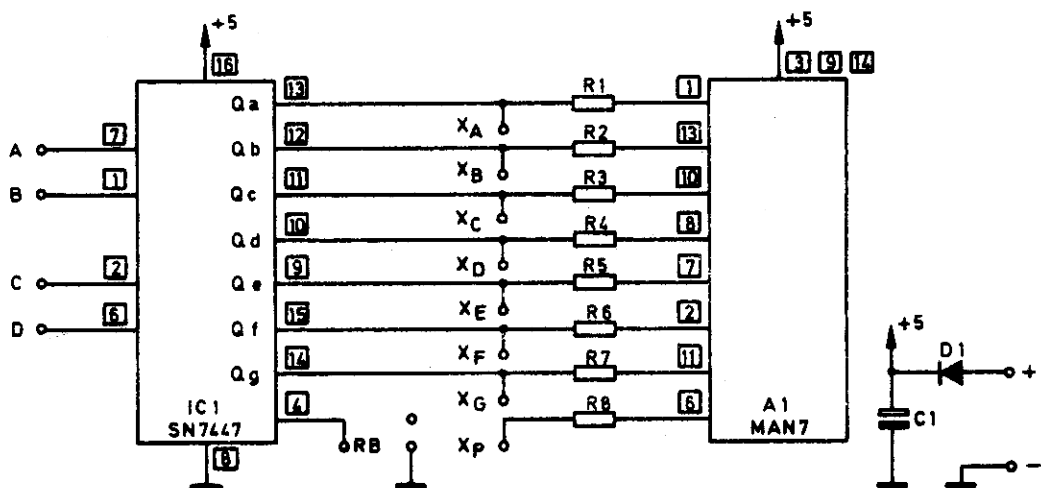

Abb. 159
Der Schaltungsaufbau im Innern besteht im wesentlichen aus einem integrierten Schaltkreis (IC), der über Widerstände mit der Segmentanzeige verbunden ist (Abb. 159).
Während die Buchsen  $X_A$  bis  $X_P$  direkt mit den Segmenten der Anzeige verbunden sind, lassen sich bei der Benutzung der Eingänge A bis D bereits bestimmte Verknüpfungen herstellen und damit Vereinfachungen erzielen. Dabei bleiben  $X_A$  bis  $X_P$  unbenutzt, weil über das IC Verbindungen von den Eingängen zur Anzeige bestehen (vgl. Schaltbild, Abb. 159).